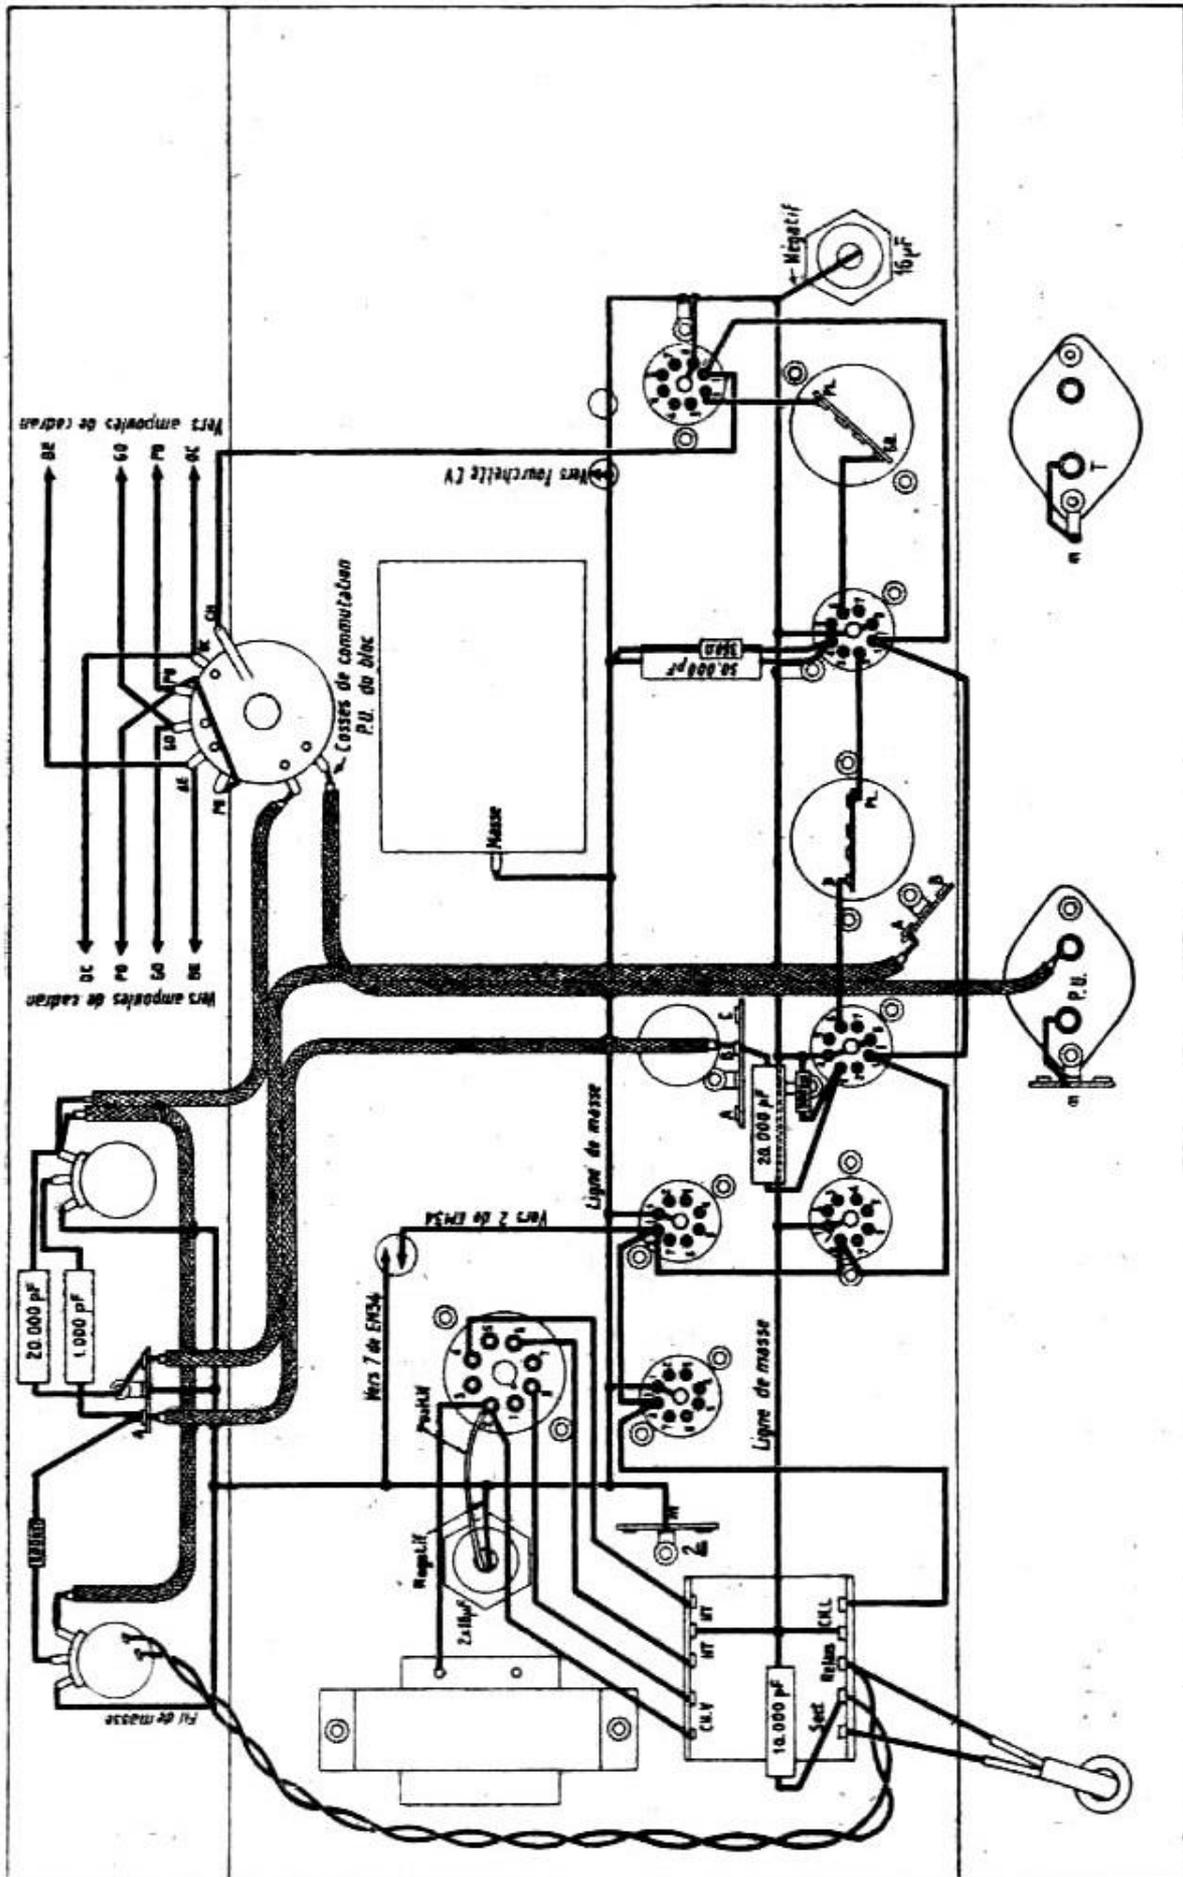

FIG. 50. — Premier stade de câblage
**Premier stade de câblage (fig. 50).** — Posez la ligne de masse principale, constituée par un fil nu qui part de l'une des cosses ChL du transfo, va aux cosses de masse m des lampes, puis revient à la cosse du milieu du relais 2, suivant dessin.